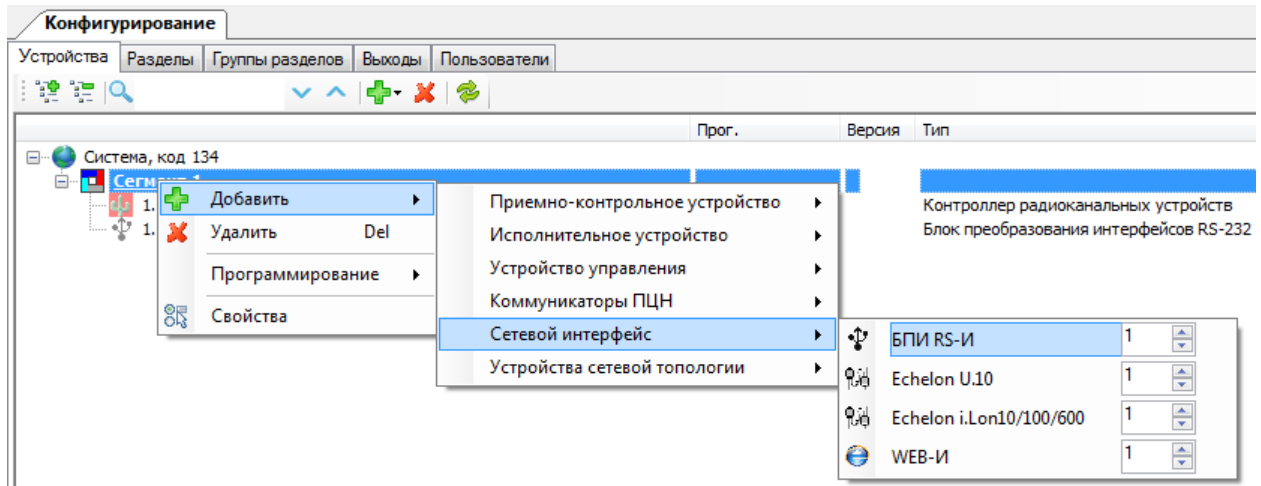

Рис. 5.8
2. Настраиваем связь БПИ RS–И по USB с компьютером. Для этого необходимо добавить сетевой интерфейс в сегмент как показано на рис. 5.8: